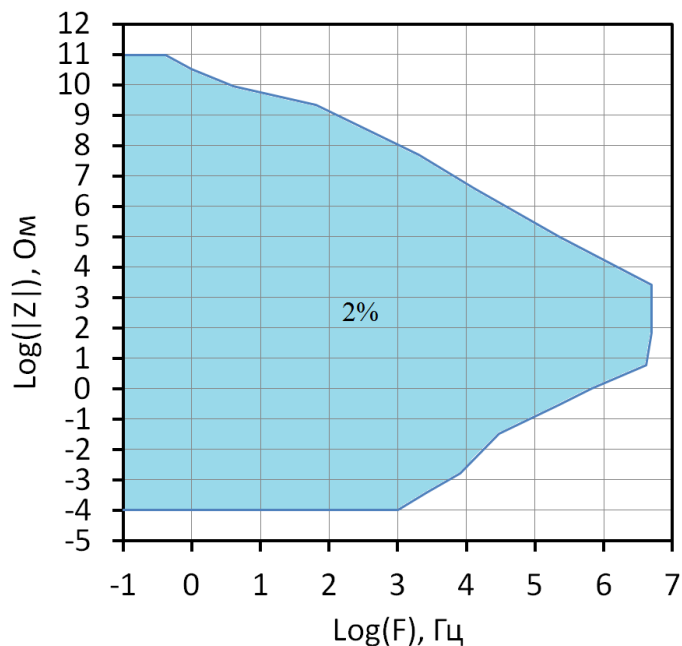

Рис. 6. Диаграмма точности измерения импеданса (ассурасы plot) для потенциостата-гальваностата PS-20 (промер в инженерном режиме до 5 МГц).
**Для обеспечения максимальной точности измерения необходимо корректно выбирать стартовый диапазон тока-сопротивления. В названии каждого диапазона указано значение центрального для него (наиболее точно измеряемого) модуля импеданса.** В процессе измерения прибор может самостоятельно выбрать более подходящий диапазон тока в сторону более низких токов (и больших импедансов), если включен автоматический диапазон тока; или в сторону больших токов (и меньших импедансов) при перегрузке по току или модулю импеданса уже независимо от настроек пользователя. Не стоит пытаться запускать эксперимент на высокочастотном диапазоне, при например, очень низких модулях импеданса исследуемого объекта, вне (ниже) синей области рис. 6. Прибор не будет сохранять такие данные, а если их будет более 10 частот (точек), то он полностью прекратит такой эксперимент и выдаст сообщение об ошибке. Аналогично, невозможно с хорошей точностью измерить очень высокий импеданс на высокой частоте (например, 1 МОм на 1 МГц, выше синей области).
Верхний наклон синей области на рис. 6 соответствует емкости 1-3 пФ. Емкостная же составляющая даже самых высокочастотных твердотельных электрохимических ячеек выше в несколько десятков раз (в том числе и их геометрическая емкость). Поэтому, какой бы высокоимпедансный электрохимический образец не был выбран, он практически со 100% вероятностью попадет в синюю область корректной работы прибора, на рис. 6. Если необходимо зарегистрировать спектр высокоомного образца, обладающего заметной геометрической емкостью, то стоит запустить измерение на диапазоне тока, соответствующего импедансам 100 Ом. Он позволит прописать геометрическую емкость на высоких частотах (от максимальной паспортной частоты прибора). При этом нужно включить автоматический диапазон тока и тогда, по мере роста импеданса на низких частотах, прибор сам подключит более низкочастотные высокоомные диапазоны, чтобы измерить большие импедансы, при необходимости вплоть до гигаом и выше. Подобные измерения обязательно нужно выполнять в экране.